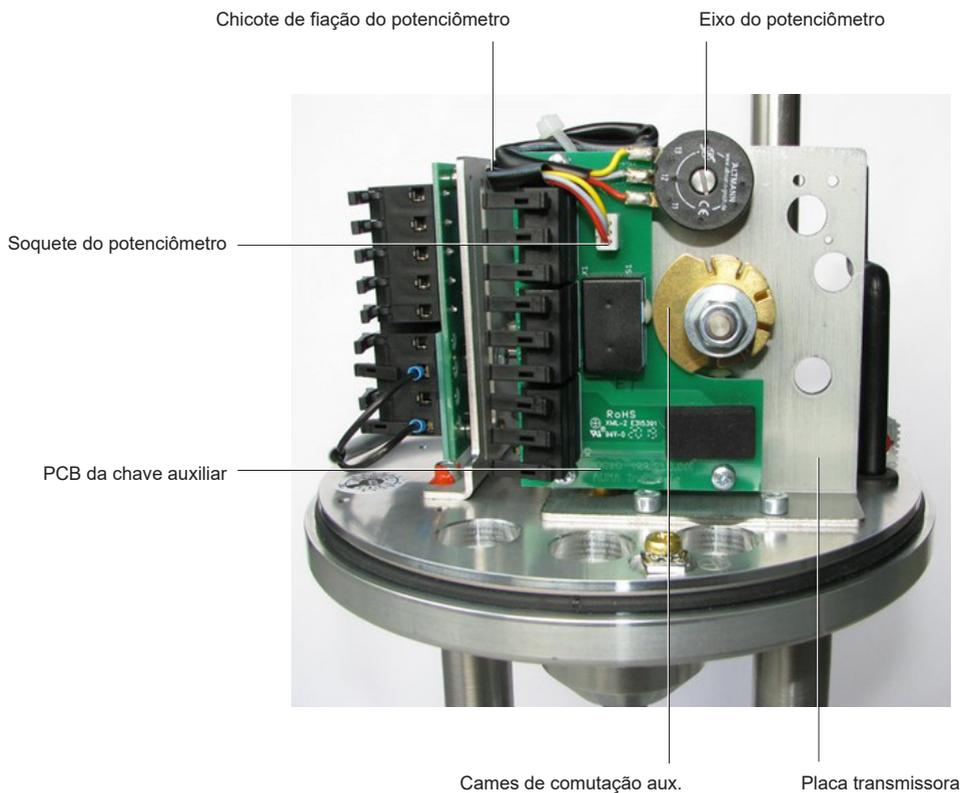

Fig. 11 Instalação e ajuste do potenciômetro (1-6 kN)
- Consulte a Fig. 11 Instalação e ajuste do potenciômetro (1 a 6 kN) para orientação do produto
- Conecte o chicote elétrico ao soquete do potenciômetro conforme detalhado na Fig. 11 Instalação e ajuste do potenciômetro (1-6 kN)